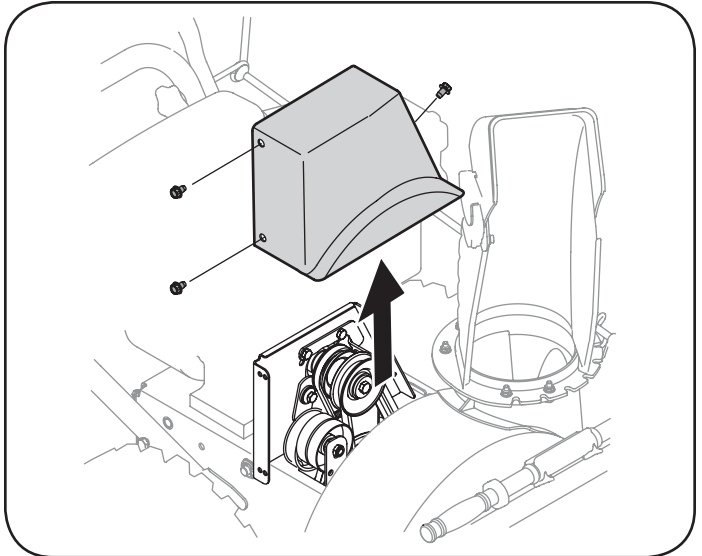

Figura 27
2. Retire la cinta de cubierta de plástico, que se encuentra cerca del motor, sacando los tres tornillos autorroscantes que asegurarlo. Vea la Figura 27.